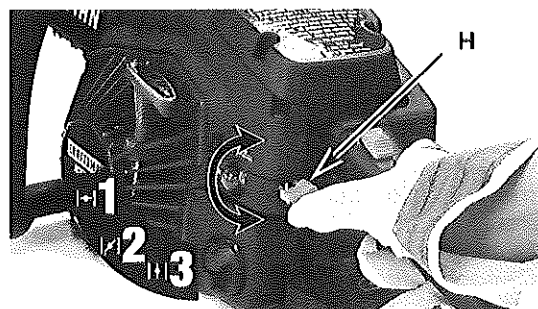

Fig. 6
1. Deslice el conmutador PARADA hacia abajo (Fig. 4). La **palanca roja de estrangulador** (H) tiene 3 posiciones: Posiciones 1, 2 y 3 (Fig. 6).
3. Mueva la **palanca roja de estrangulador** (H) a la Posición 1 (Fig. 6).